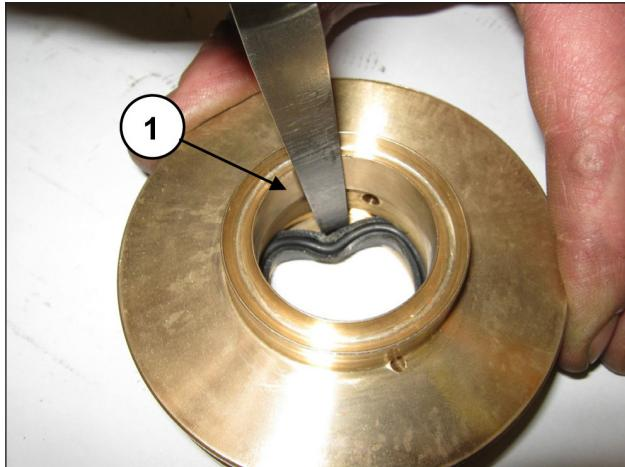

Fig. 176
Para quitar la junta de baja presión, es necesario utilizar un espesímetro o una herramienta que no dañe el alojamiento del soporte de la junta (pos. ①, Fig. 176).